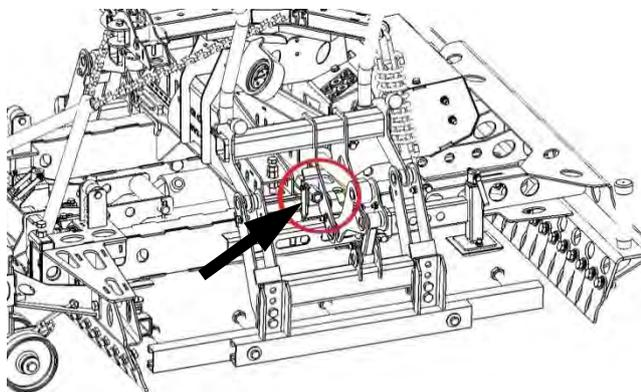

Fig. 17
Inserire il perno (3) e assicurare nuovamente con la clip (4) (vedi fig.17)